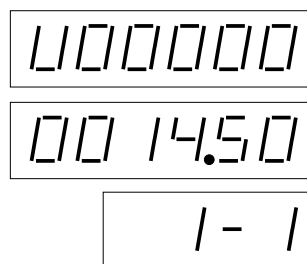

Рис. 9 Сумматор объема, сторона колонки А, пистолет 1
Сумма объема (или сумма цены) отображается на дисплеях на сторонах колонки в совмещенных строках общей стоимости и общего объема *см. рис. 9, 10*
4. После этого на дисплеях на сторонах колонки отобразится „U“ и сумма объема соответствующего пистолета (или „A“ и сумма цены соответствующего пистолета) *см. рис. 9, 10*